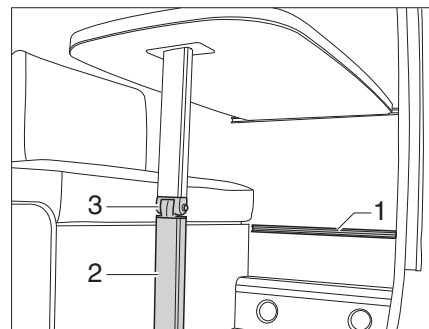

Bild 31 Hängetisch mit Gelenkstützfuß
- Den Tischfuß (Bild 31,2) am Gelenk entriegeln und einklappen.
- Den Hängetisch in die untere Einhängeschiene (Bild 31,1) einhängen und auf dem Tischfußgelenk (Bild 31,3) abstellen.